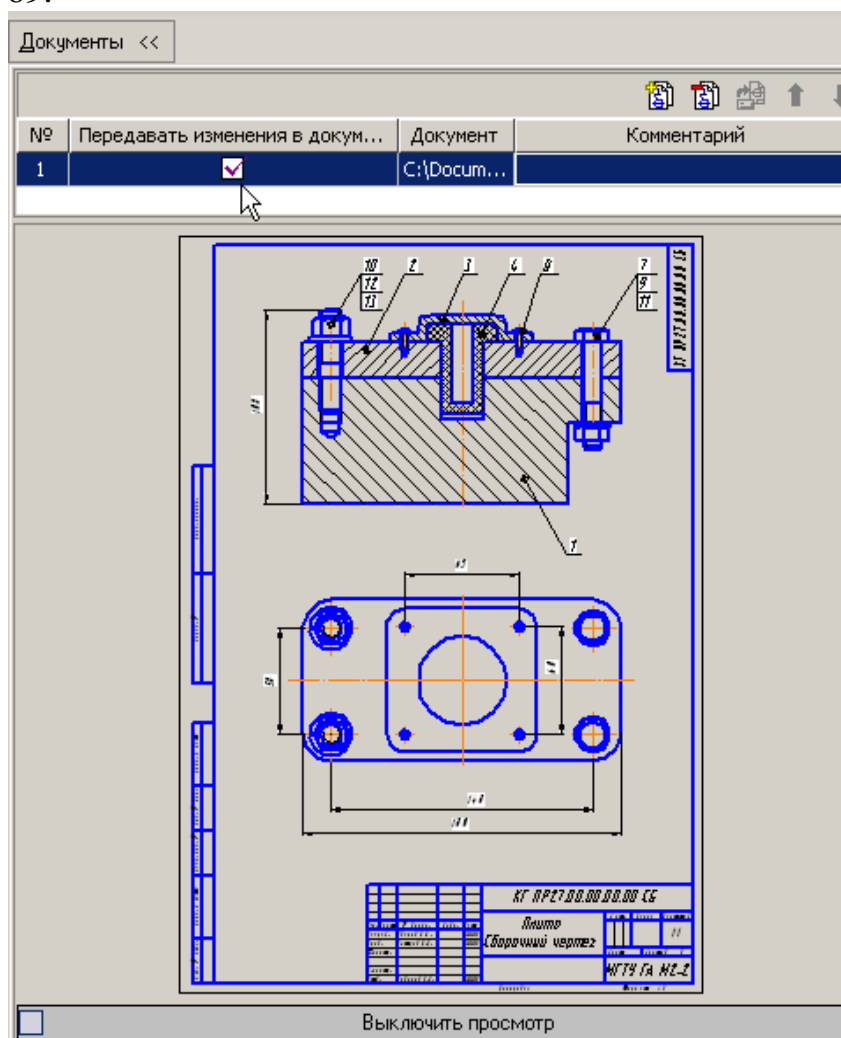

Рис. 69
- 4) Проставьте маркер *Передавать изменения в документ*, рис. 69.